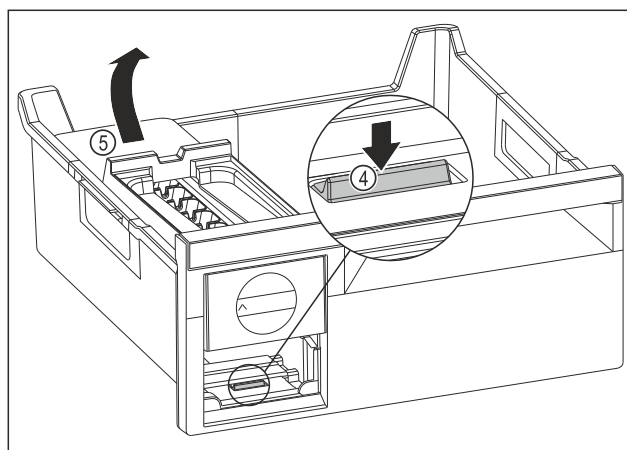

Fig. 83
- Ta ut EasyTwist-Ice-enheten: Tryck ned skenan Fig. 83 (4) med fingret och lyft samtidigt EasyTwist-Ice-enheten Fig. 83 (5) bakifrån med andra handen.